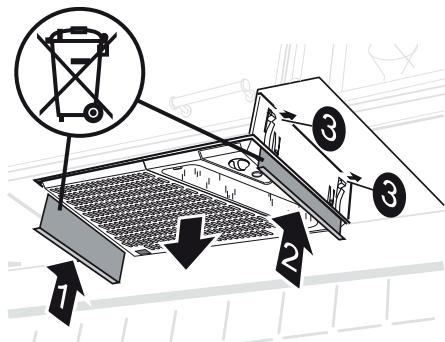

Fig.5
Tryck upp demonteringsplåtarna (1 och 2) mellan spisfläkten och inbyggnadssramen, så att fjädrarna (3) frigörs. Dra ner spisfläkten från inbyggnadssramen, Fig.5.